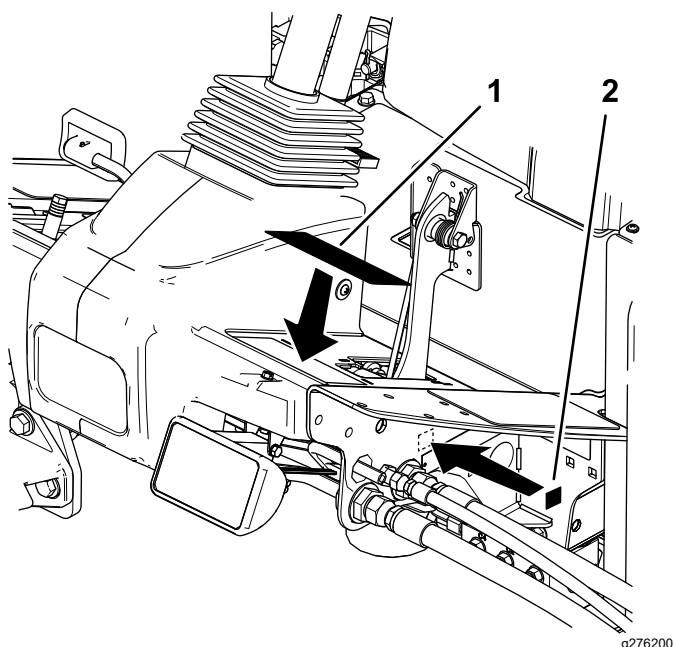

Figura 3
incluida en las piezas sueltas sobre la pegatina existente (Figura 3).
- Instale la pegatina CE en la máquina junto a la placa del número de serie (Figura 3).